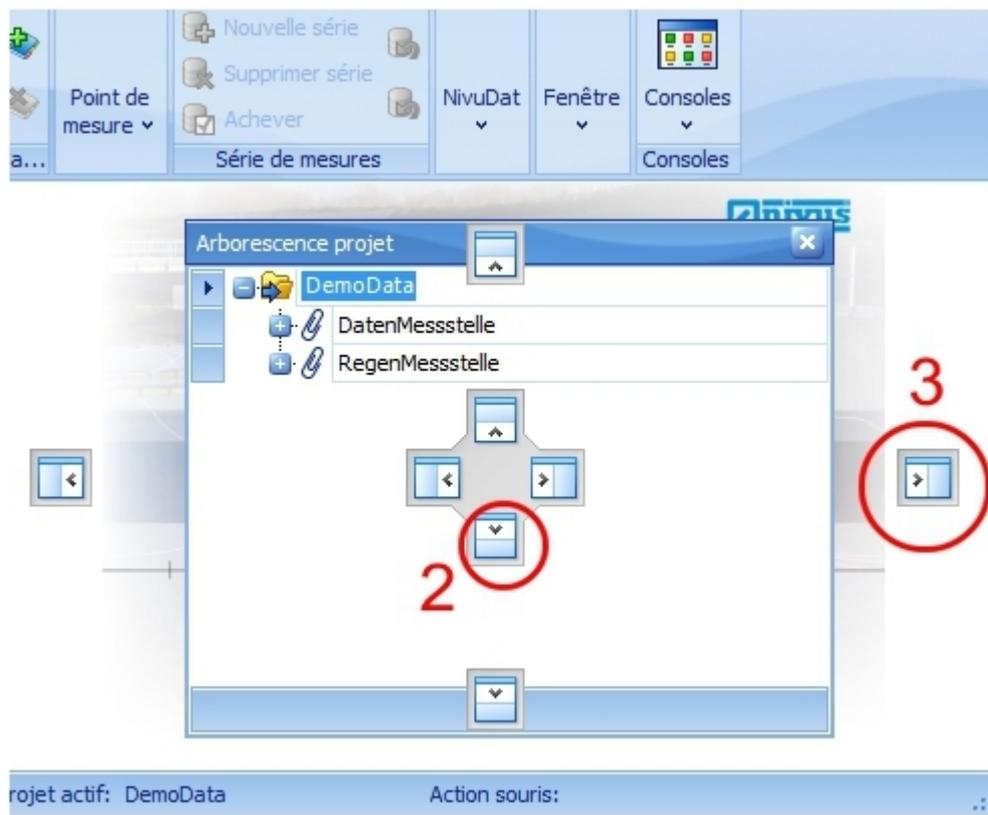

Figure 7: Disposition de fenêtre de travail
Des fenêtres de travail sont des soi-disant „Docking Panels“. Elles peuvent être disposées comme souhaité dans la fenêtre principale. En cliquant sur une fenêtre et en maintenant le bouton gauche de la souris dans la zone d'en-tête (voir Figure 7 (1)), elle peut être déplacée librement. Si elle est déplacée vers le bord ou le centre de la fenêtre principale, l'application permet de positionner la fenêtre (p. ex. (2) ou (3)). Si vous déplacez la souris et la fenêtre sur une position „d'amarrage“, la position supposée nouvelle est surlignée en gris clair. En lâchant la souris gauche, la fenêtre de travail sera „amarrée“ à la position souhaitée ou alors elle est toujours librement positionnable dans la fenêtre de travail.